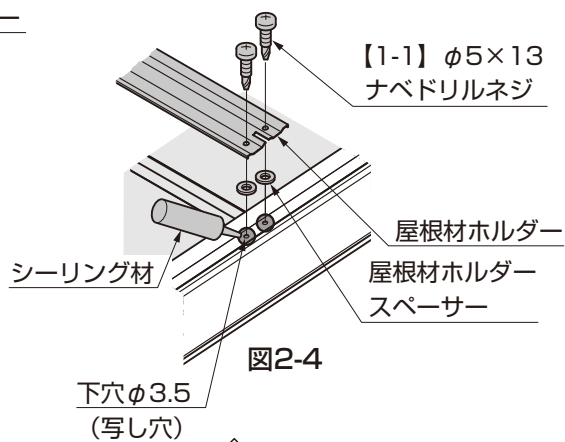
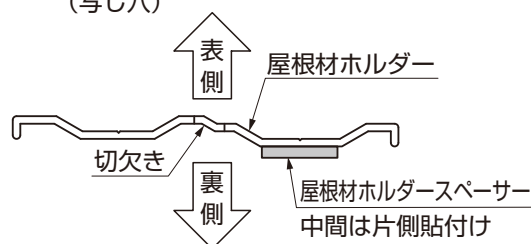

図2-4
図2-5 屋根材ホルダー断面図
- ②端部アーチカバー、中間アーチカバーにφ3.5の下穴(写し穴)をあけ、この下穴にシーリングしてください。(図2-4参照)
- ③屋根材ホルダーの裏側に屋根材ホルダーSpacerを貼付けて【1-1】で取付けてください。(図2-4参照)
- 屋根材ホルダーは、表裏の向きに注意してください。(図2-5参照)
- 取付け前に屋根材ホルダー下面に屋根材ホルダーSpacerを貼付けてください。(端部:図2-4、中間:図2-5参照)